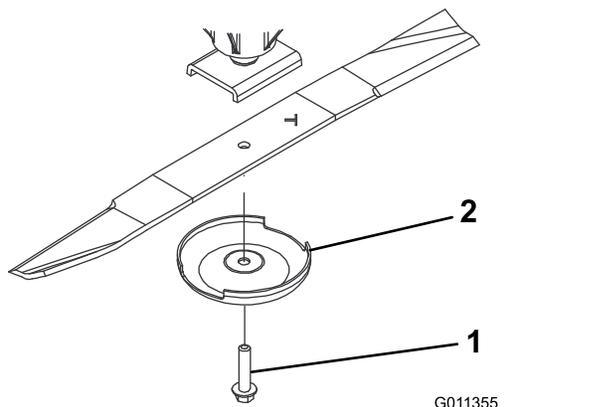

Figura 83
3. Retire o parafuso da lâmina, o recipiente antidanos e lâmina do eixo (Figura 83).